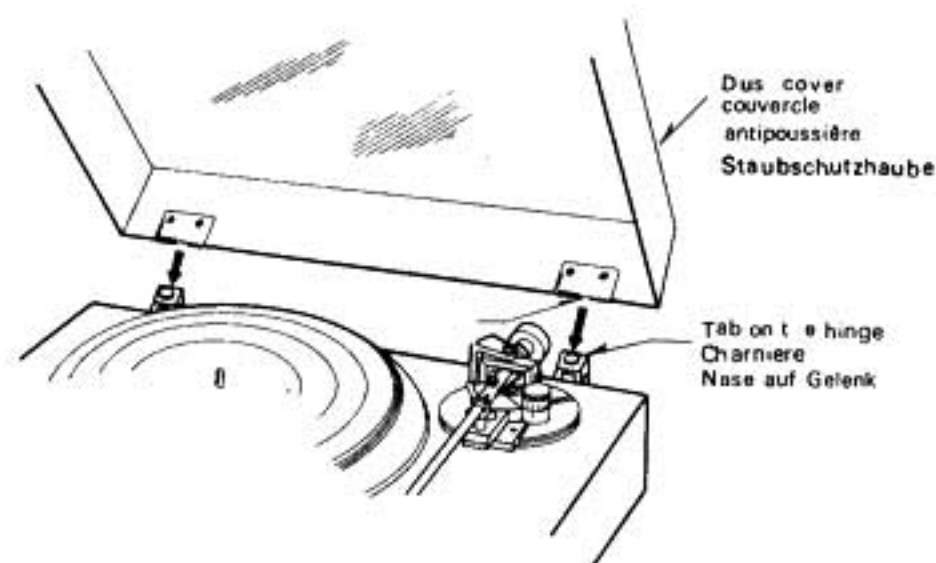

Fig. 12 Abb. 12
- ① Align the slots of the dust cover fittings with the tabs on the hinges, and slide them firmly in the arrow direction shown in Fig. 12. When removing the dust cover, open it all the way and then pull it off the hinges in the opposite direction of the arrow.
- ① Alignez les fentes des accessoires du couvercle antipoussière avec les clapets sur les charnières, et faites-les coulisser fermement dans le sens de la flèche indiqué sur la Fig. 12. Lorsque vous enlevez le couvercle antipoussière ouvrez-le complètement et retirez-le des charnières dans le sens contraire de la flèche.
- ① Schieben Sie die Anschlußstücke der an der Abdeckhaube befindlichen Scharniere in Pfeilrichtung in die entsprechenden Aussparungen an der Rückseite des Plattenspielers (siehe Abb. 12). Zum Entfernen der Abdeckhaube kippen Sie diese ganz zurück und ziehen die Anschlußstücke in Pfeilgegenrichtung wieder aus den Aussparungen heraus.